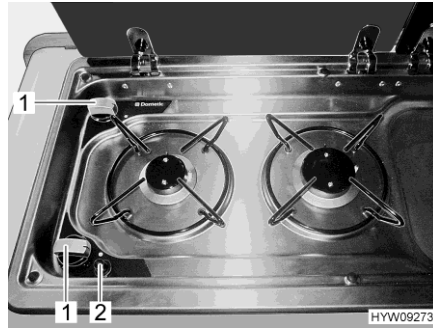

Bild 89 Gasspis
- Vrid vridregulatorn (Bild 89,1) till önskad låga till tändningsläge (stor låga).
- Tryck på tryckknappen (Bild 89,2). På brännaren skapas en gnista. Tryck på tryckknappen flera gånger om det behövs.